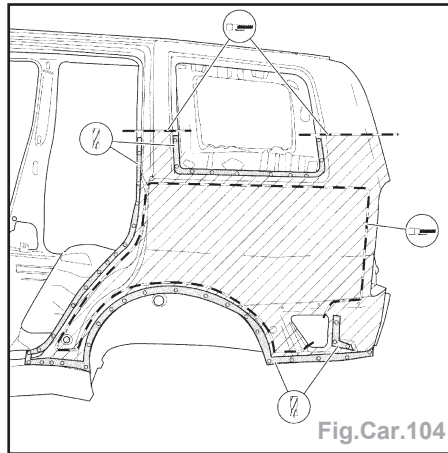

Fig.Car.104
- Faire une coupe avec une scie alternative sur la zone indiquée (Fig.Car.104 et 105).